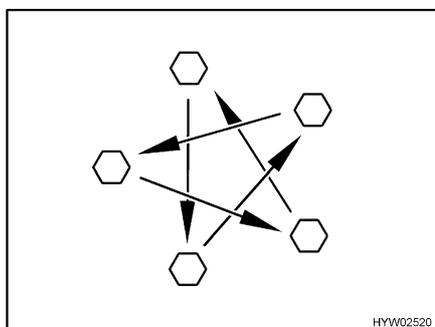

Fig. 87 Apretar las tuercas o los tornillos de las ruedas en forma de cruz
- Comprobar periódicamente que las tuercas o tornillos de las ruedas estén firmemente apretados. Reajustar en forma de cruz (Fig. 87) las tuercas o tornillos después de cambiar una rueda, al cabo de 50 km.